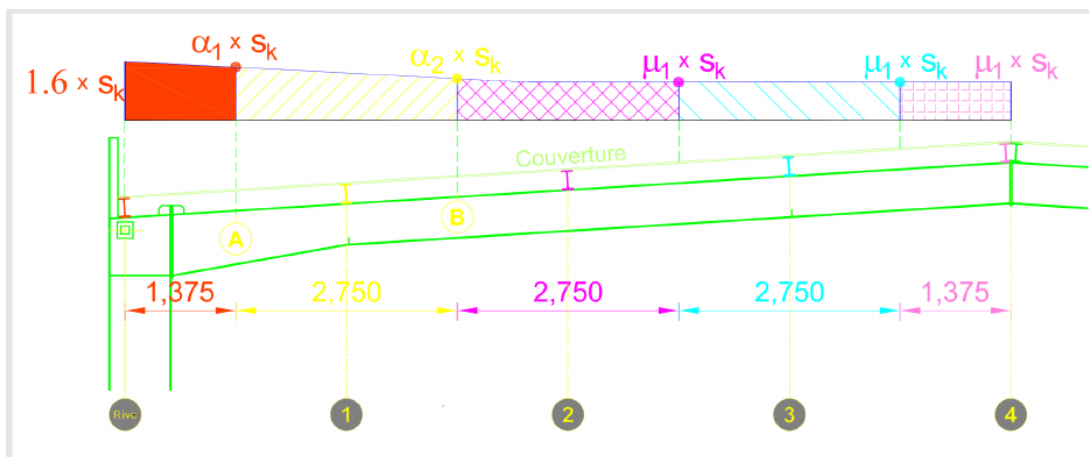

FIGURE 8 – Charge de neige sur la toiture.
- La distribution de la charge de neige sur la toiture est présentée sur la figure 8.
- File (1) : $s_1 = 0.5 \times (1.38 + 0.93) \times 2.75 \times s_k$ (kN/ml)
- File (2) : $s_2 = [0.5 \times (0.93 + 0.8) \times 0.875 + 0.8 \times 1.875] \times s_k$ (kN/ml)
- File (3) : $s_3 = 0.8 \times 2.75 \times s_k$ (kN/ml)
- File (4) : $s_4 = 0.8 \times 1.375 \times s_k$ (kN/ml)